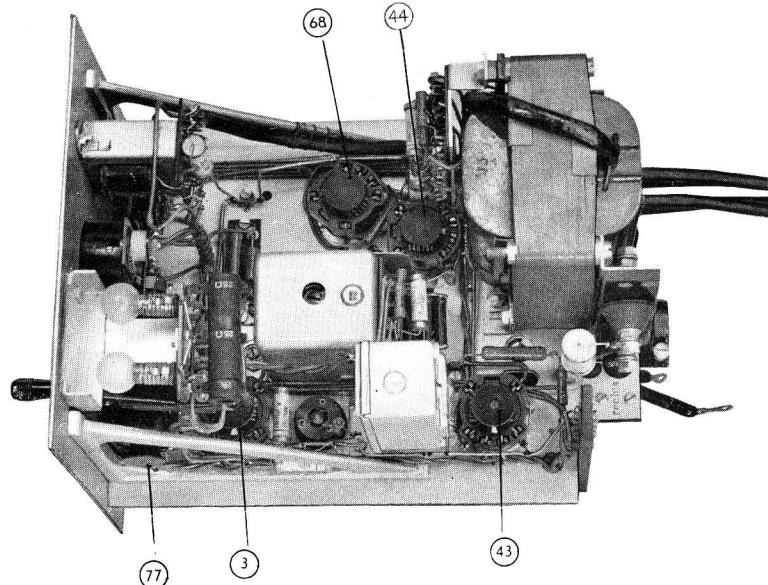

Abb. 12: ZF-Verstärker (Ansicht von oben)
34. Der ZF-Verstärker ist auf einem Gestell aus Leichtmetall, welches mit Gußwinkel verbunden ist, aufgebaut (vgl. Abb. 12, 13). Die Röhren sind auf der Grundplatte oder auf Winkeln seitlich angebracht und können nach oben, unten bzw. seitlich gezogen werden. In gleicher Weise sind die einzelnen Bauelemente des ZF-Verstärkers auf oder unter der Grundplatte montiert. Sämtliche zur Bedienung des Gerätes erforderlichen Bedienungsgriffe und Anzeigevorrichtungen sind an der Frontplatte angebracht und wie folgt angeordnet: